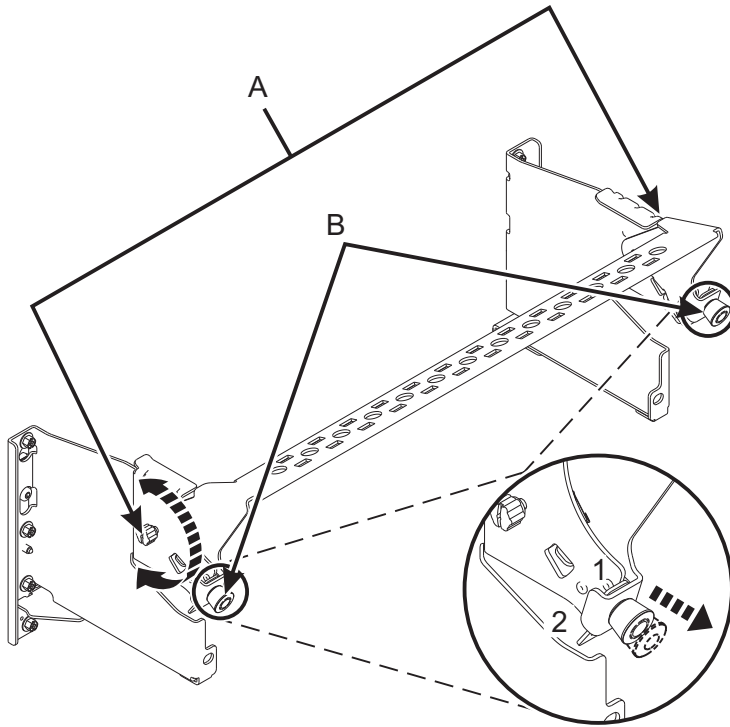

Figura 22. Colocación de la abrazadera portacables en la posición de servicio
4. Coloque la abrazadera portacables en la posición de servicio. Consulte la Figura 22 en la página 22.